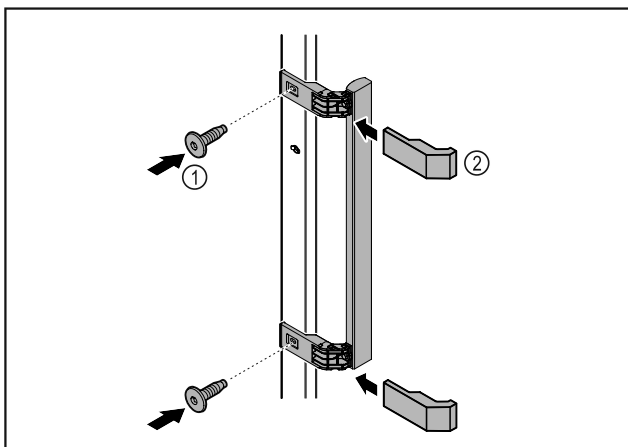

Fig. 6
- Montare sulla porta la maniglia contenuta nella confezione con le viti annesse Fig. 6 (1).
- Applicare la copertura Fig. 6 (2).